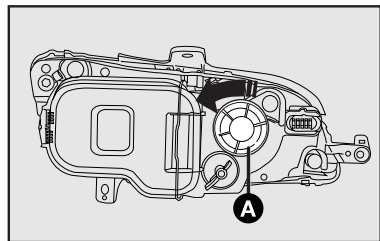

fig. 27
1) retirar la tapa plástica **A**-fig. 27, girándola en el sentido de la flecha para tener acceso a las lámparas destrabando la traba;